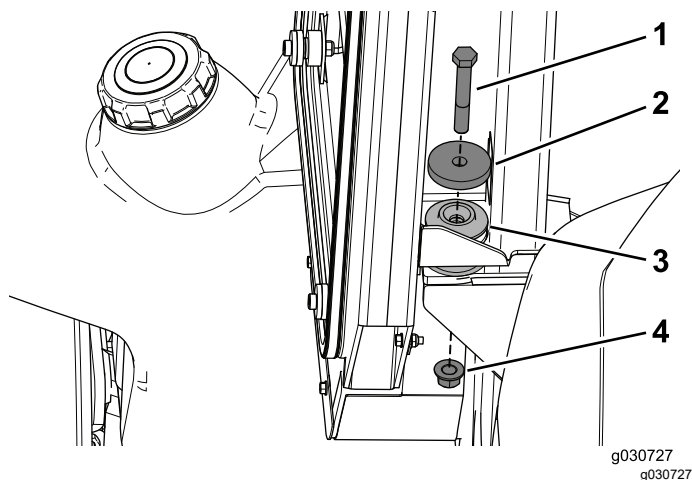

Figura 28
3. Utilizzate un bullone ($\frac{1}{2}$ " x $3\frac{1}{4}$ "), una rondella ($2\frac{1}{4}$ ") e un dado di bloccaggio ($\frac{1}{2}$ ") per fissare la cabina ai supporti posteriori della macchina (Figura 28).